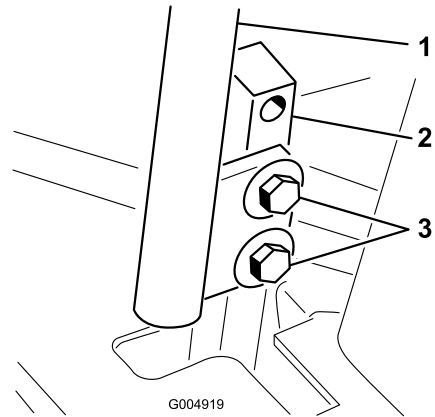

Bild 67
3. Lösen Sie die Schrauben, mit denen die Fahrtriebshebel befestigt sind (Bild 67).